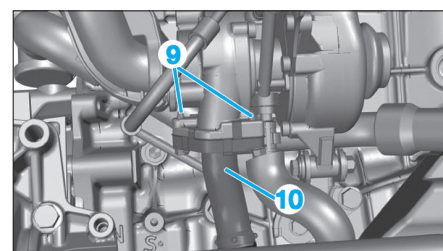

Fig. 46
- les vis (9) (Fig.46),
- le raccord d'air (10),